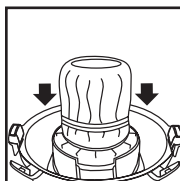

FIGURA 18
30. Deslice el anillo de montaje hacia abajo sobre el filtro hasta que el anillo se encuentre posicionado contra los rebordes del alojamiento de la tapa. **FIGURA 18.** El filtro para